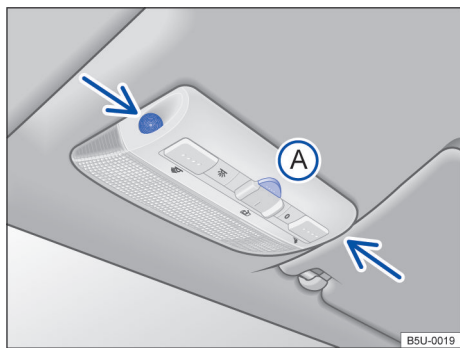

Fig. 49 No console do teto: sensores de monitoramento do interior do veículo e tecla **(A)** para desligar o monitoramento do interior do veículo.
- Pressionar a tecla → Fig. 49 **(A)**. No painel de instrumentos, a luz de controle **(B)** se acende.
O monitoramento do interior do veículo dispara o alarme com o veículo travado, se reconhecer movimentos no interior do veículo. O sensor e o receptor estão localizados no conjunto da lanterna de leitura → Fig. 49 (setas).